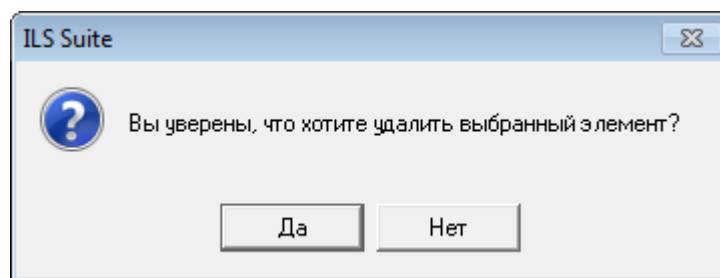

Рис. 9-41 – Информационное сообщение
- 4) В открывшемся диалоговом окне нажать «Да» для подтверждения действия (рис. 9-41).